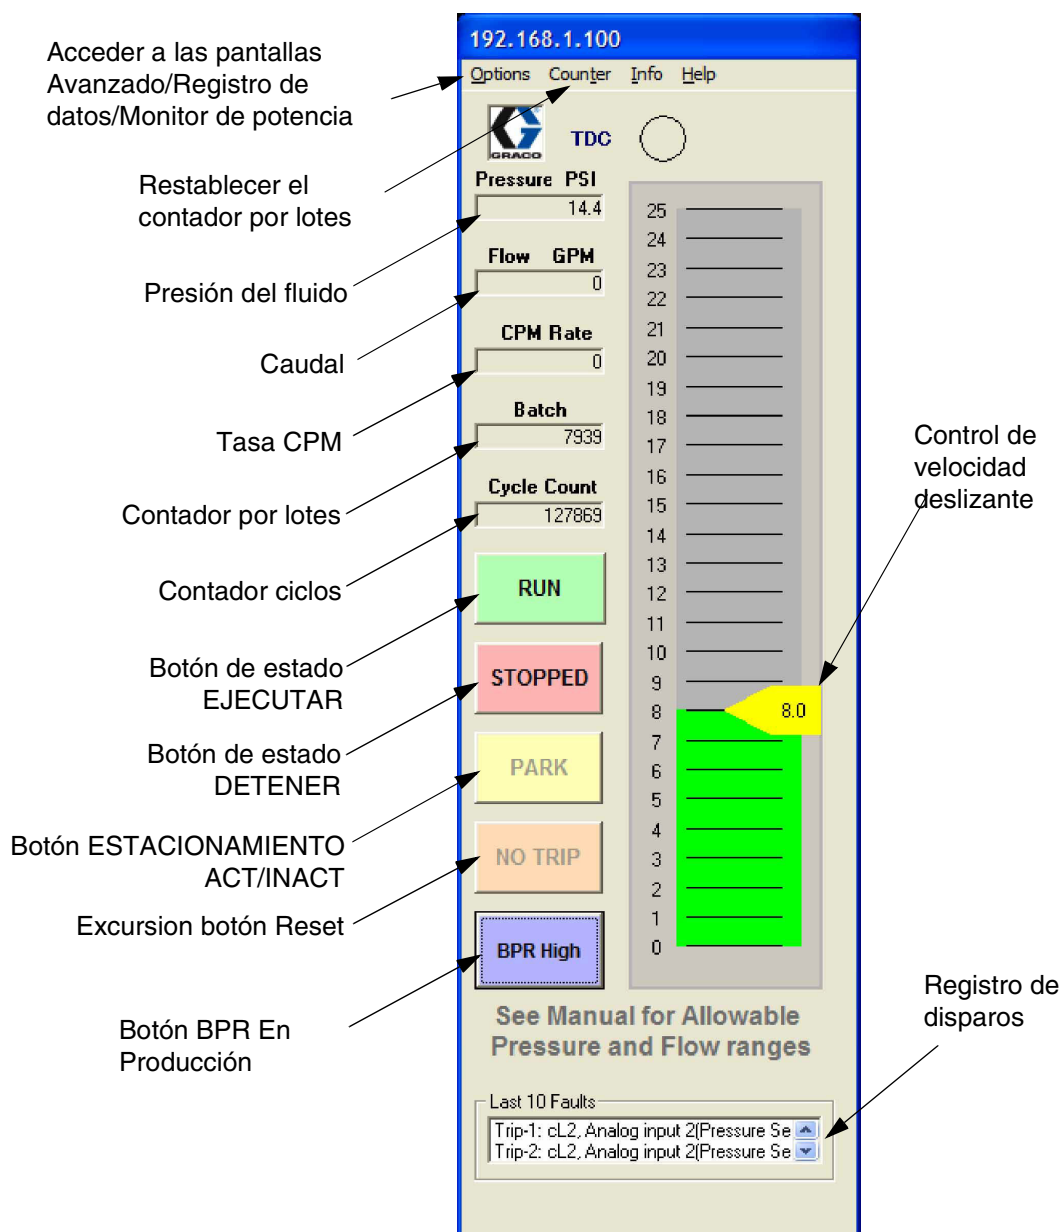

FIG. 22. Pantalla Ejecutar
3. Haga clic en CONECTAR. Vea FIG. 19. Aparecerá la pantalla Ejecutar. Vea FIG. 22. La ventana Configuración de red se cerrará cuando se haya realizado la conexión.
Vea FIG. 22. La escala deslizante en la pantalla Ejecutar establece la velocidad de la bomba en unidades de flujo.
Vea FIG. 22. Los contadores están activos tanto en modo remoto como local.
Vea FIG. 22. En modo remoto, los botones están activos y pueden utilizarse para controlar la bomba.